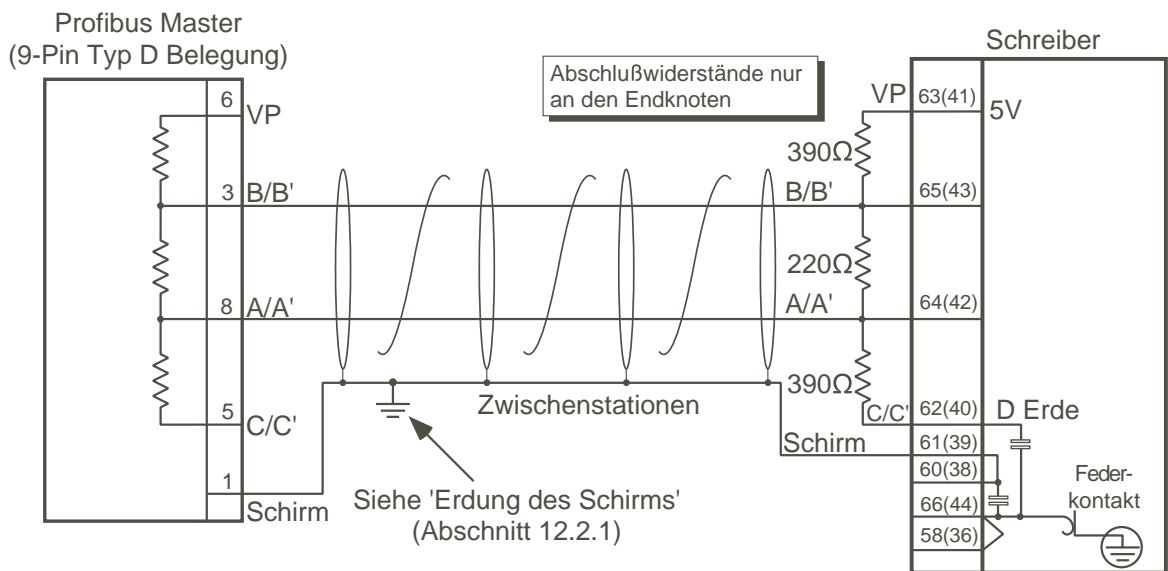

Abb. 12.2.1b Klemmenbelegung und Verdrahtung
7. Stellen Sie sicher, daß der Endknoten der Übertragungsleitung korrekt mit drei Widerständen abgeschlossen ist (Abb. 12.2.1b), und daß nur die Anfangs- und Endknoten abgeschlossen sind.